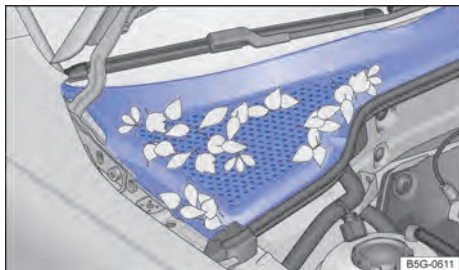

Fig. 224 Entre o compartimento do motor e o para-brisa: caixa de água (representação esquemática).
- A caixa coletora de água está localizada no compartimento do motor, entre o para-brisa e o motor e sob uma cobertura perfurada → Fig. 224. O ar ambiente é sugado da caixa coletora de água para o interior do veículo por meio do sistema de aquecimento e ventilação ou do ar-condicionado.